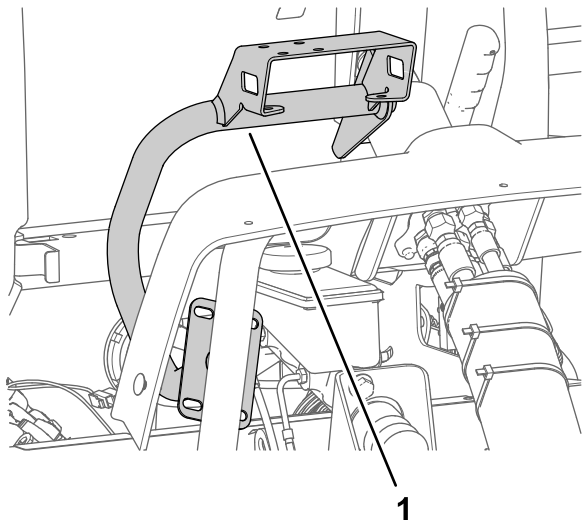

Figura 159
1. Alinhe a montagem do monitor na máquina como se mostra na **Figura 159**.